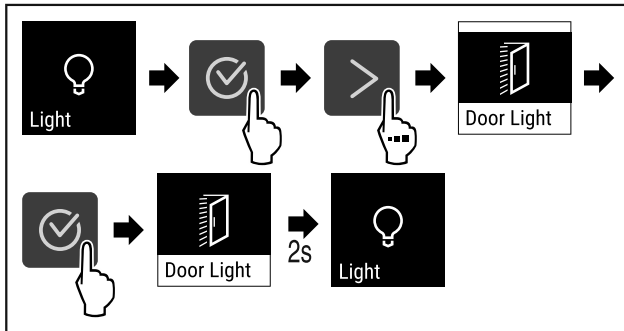

Fig. 70
- ▶ Изпълнете стъпките (виж Fig. 70).